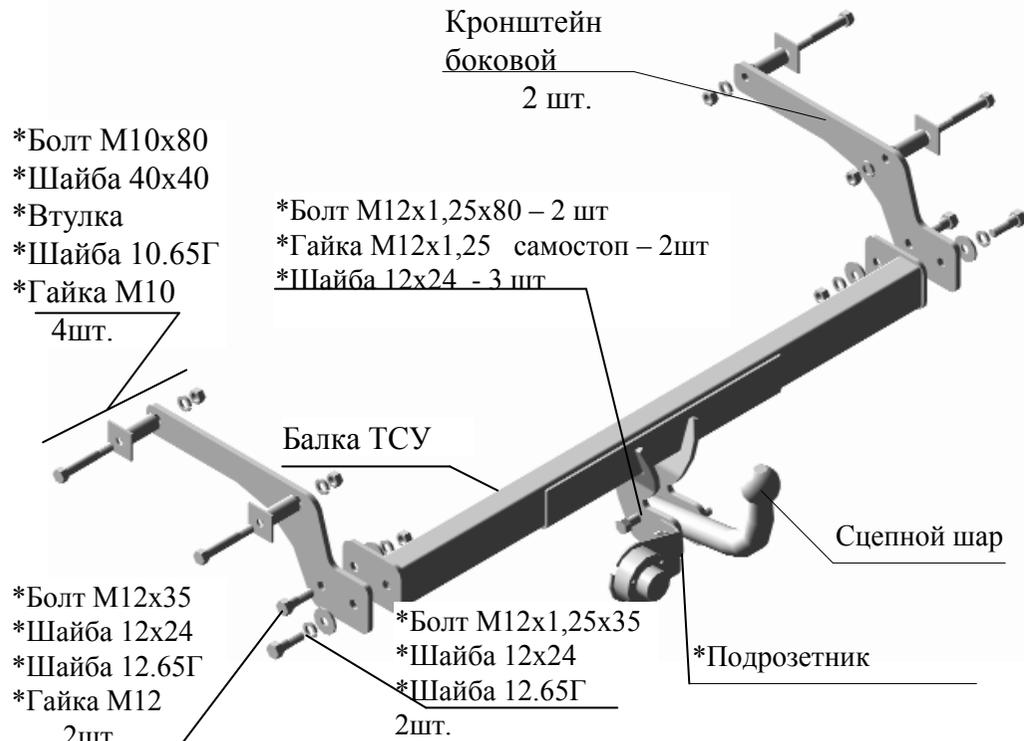

Рис.1 Тягово-сцепное устройство ТСУ 9010 Рено Логан.
2.1 ТСУ 9010 в сборе (рис.1)	1 шт.
2.2. Пакет комплектующих (рис.1)